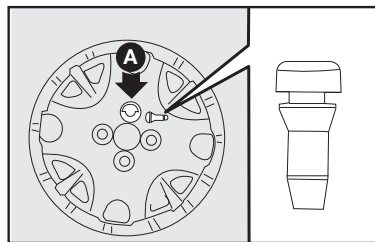

fig. 7
8) colocar a calota cuidando para que o símbolo , na parte interna, fique em correspondência com a válvula, e dessa maneira o furo maior da calota **A-fig. 7** passe pelo parafuso já fixado;